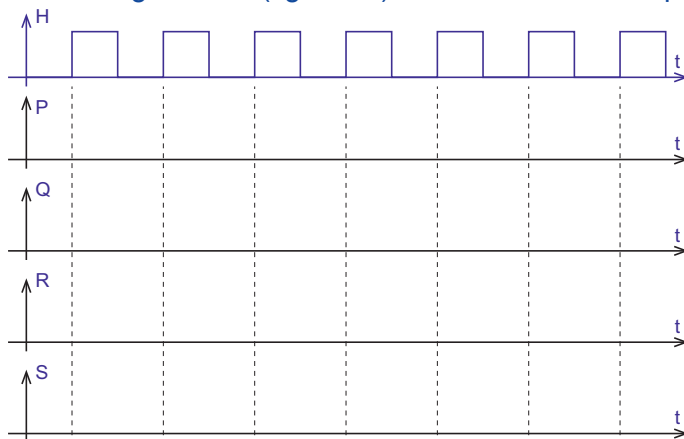

Fig. 6
- 11 Compléter le chronogramme (figure 6) décrivant une séquence de commutation.